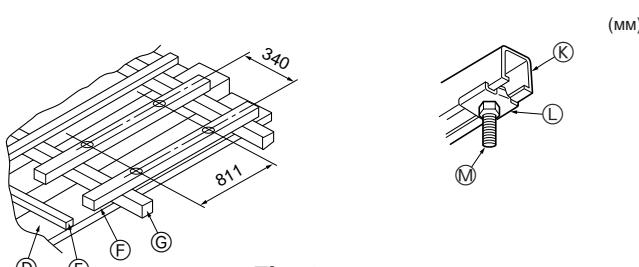

Fig. 2-4
### ① Деревянные конструкции (Fig. 2-4)